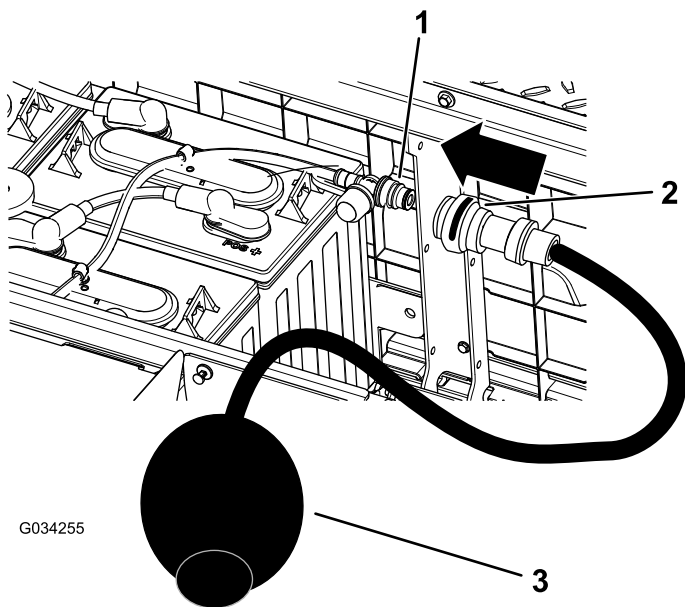

Figura 37
4. Conecte la bomba manual de agua de Toro en el puerto de llenado de agua (Figura 37).